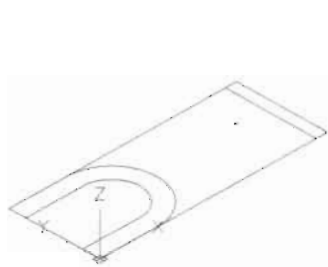

图 12-96
(1) 执行“视图>三维视图>西南等轴测”菜单命令，切换到西南等轴测视图，如图 12-96 所示。